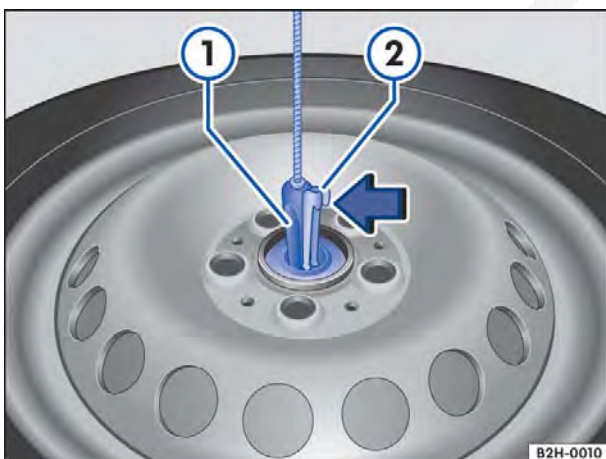
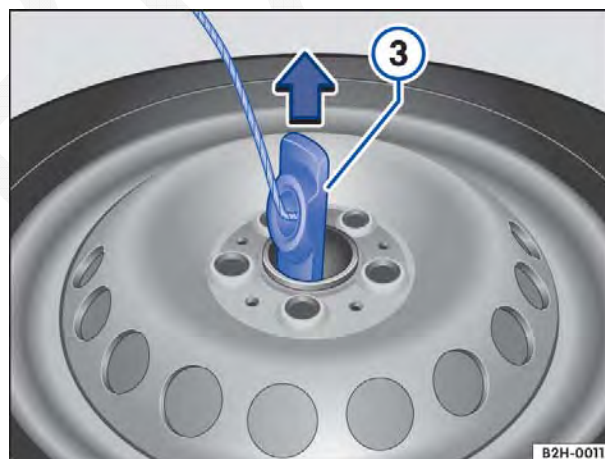

Fig. 154 Soltar o suporte do aro.
Fig. 155 Puxar o suporte do aro do orifício do aro.
- Pressionar o elemento de fixação ⇒ Fig. 154 ② (seta) do arrastador ① para baixo através do suporte do aro ⇒ Fig. 155 ③.
- Colocar o suporte do aro ③ na vertical e puxar para fora do orifício do aro através da fixação do cabo, na direção da seta.